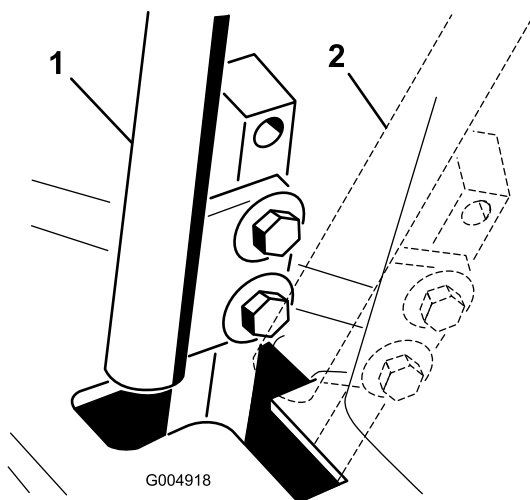

**Figura 53**
5. Puxe a alavanca para trás até que o pino de segurança (no braço por cima do eixo da articulação) entre em contacto com a extremidade da ranhura (até começar a fazer pressão na mola), como se mostra na Figura 53.
7. Se for necessário ajuste, solte a porca e a porca de bloqueio encostada à forquilha (Figura 53).
8. Aplicando uma pressão ligeira para trás à alavanca de controlo do movimento, rode a cabeça do parafuso de ajuste na direção adequada até a alavanca de controlo estar centrada na posição BLOQUEADA EM PONTO-MORTO (Figura 53).
9. Aperte a porca e a porca de bloqueio (Figura 53).
- Aperte as porcas de bloqueio nas juntas de esfera (Figura 53).